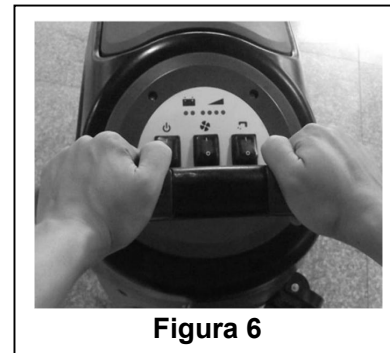

Figura 6
Una delle caratteristiche dell'apparecchio è l'installazione di due interruttori di sicurezza su entrambi i lati del manubrio. Ogni interruttore è in grado di controllare il funzionamento della spazzola in modo indipendente. Durante l'uso, ciò facilita il controllo del funzionamento dell'apparecchio. Per esperienza, il metodo per spostare la macchina mostrato a destra nella Figura 6 è il più efficace, l'utente si sente più a proprio agio con le mani e si riduce l'affaticamento. Gli utenti sono pertanto invitati a utilizzare questa modalità.
- Tenere premuto l'interruttore di sicurezza (1) (nel modo illustrato nella **Figura 6**), spingere per muovere l'apparecchio e iniziare il lavoro di pulitura.